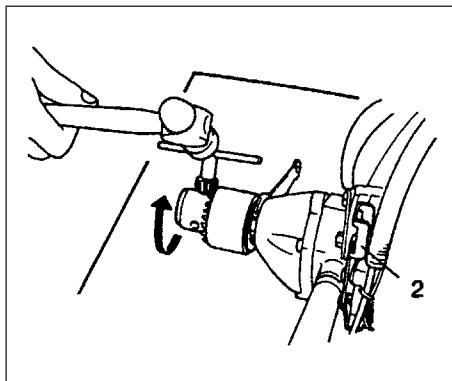

Fig. 2-6B
- Om de boorhouder los te draaien, plaats de moersleutel aan de andere kant en sla van deze kant uit (tegen de wijzers van de klok in) tegen de boorhoudersleutel. (TED-270PFL/270PFLS/270PFDH/270PFDLS/270PFHS) (Fig. 2-6B)